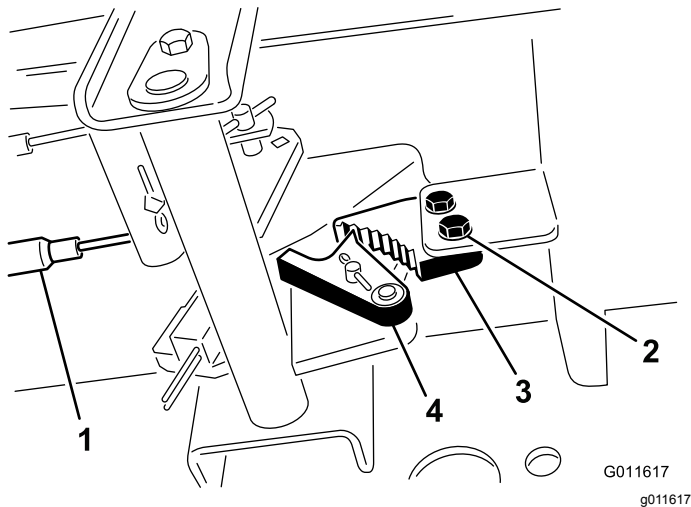

Figure 65
1. Desserrez les 2 vis qui fixent le cliquet du frein de stationnement au cadre (Figure 65).
2. Appuyez sur l'avant de la pédale du frein de stationnement jusqu'à ce que le verrou s'engage complètement sur le cliquet du frein (Figure 65).